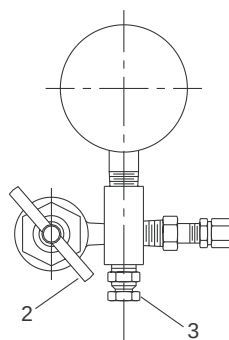

图 4
- (A) 从蓄能器上取下保护罩(A)和二次密封件(B)。检查充气阀拧紧力矩，使之等于 9 ft-lbs (10.3 cm kg)。
- (B) 参见图 4。完全拧开气夹上的“T”型手柄(2) (逆时针方向)，将气夹(2)拧入膜片式蓄能器充气阀杆，并拧紧到(10-15 in lbs) (11.5-17 cm kg) 力矩，装上充气 and 测压组件。
- (C) 关闭放气阀(3)。
- (D) 顺时针拧紧“T”型手柄(2)。
- (E) 在检查完充气压力后，沿逆时针方向将“T”型手柄(2)完全松开；然后，打开放气阀(3)。
- (F) 用扳手防止充气阀组件转动，然后，从蓄能器上拆下充气组件。
- (G) 重装二次密封件(B)和保护罩(A)。
对于使用图 6 所示充气阀的蓄能器，按照步骤 A ~ D 安装图 4 所示的测压组件。然后，打开放气阀(3)，排空蓄能器中的所有气体。再拆下测压组件。现在，就可以安全地从液压系统中拆下蓄能器了。